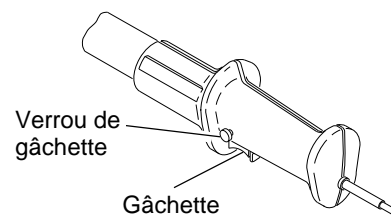

Figure 10 - Poignée du coupe-branche avec verrou de gâchette
4. Lorsqu'on est prêt à tailler, appuyer sur le verrou de gâchette et appuyer sur la gâchette. (Voir la figure 10). Ceci met le coupe-branche en marche. Il s'arrête quand on lâche la gâchette. S'assurer que la chaîne tourne à la vitesse maximum avant de commencer à tailler.